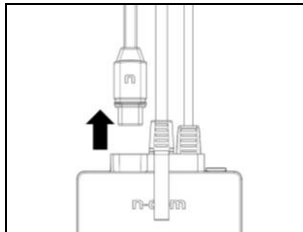

Fig. 41
- Retire el conector del teclado de la contraparte (Fig. 41).